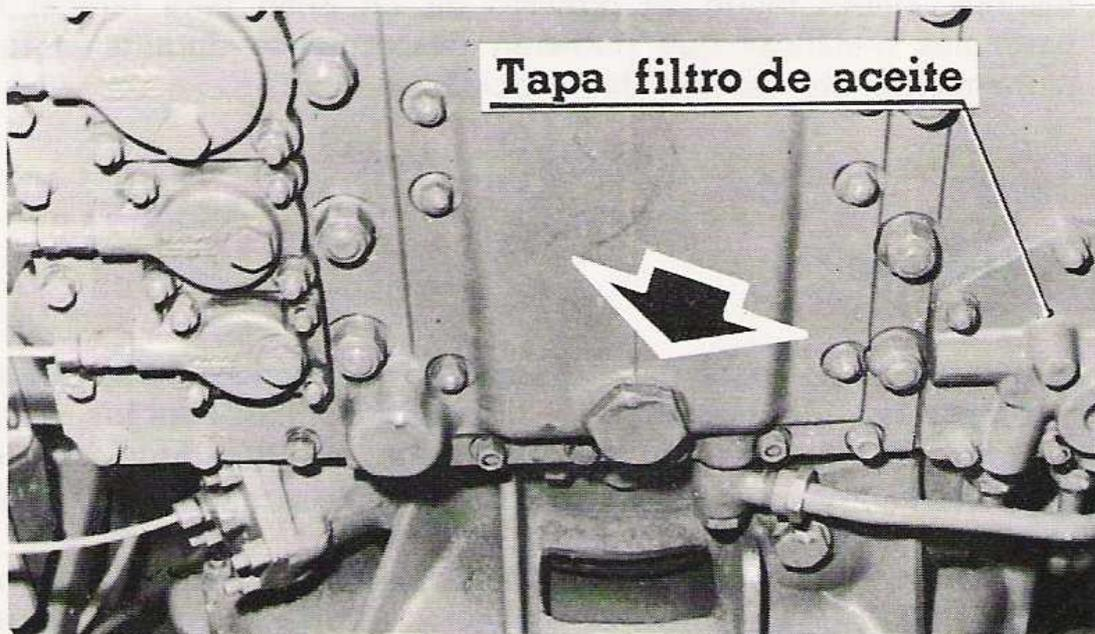

Fig. 5.1. - Tapón de vaciado y situación filtro de aceite
- 6) Cambiar el filtro de aceite a los 48.000 Km. (ver fig. 5.1).